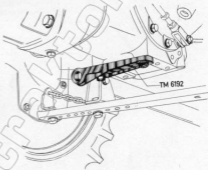

Abb. 1
1. Die **hintere Lagerplatte** TM 6192 wird durch 2 Sechskantschrauben M 14×35 an der dafür vorgesehenen Anbaufläche unterhalb des hinteren Getriebegehäuses des Schleppers befestigt (Abb. 1). Es ist darauf zu achten, daß die Sechskantschraube am Langloch zusätzlich zum Federring noch eine Unterlegscheibe erhält.